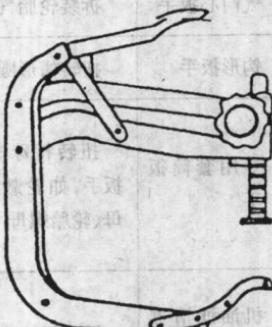

图1-3 气门弹簧拆装架
1. 用途 气门弹簧拆装架是一种专门用于拆装顶置气门弹簧的工具,如图1-3。